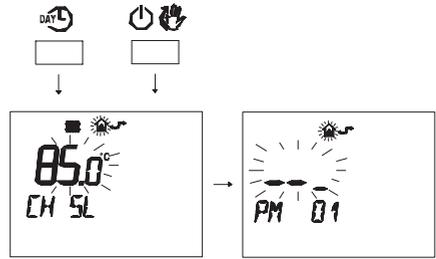

Figura 5.36
- Pulse simultáneamente los botones $\text{DAY} \text{L}$ y ON para entrar en la modalidad de programación transparente (Figura 5.36).